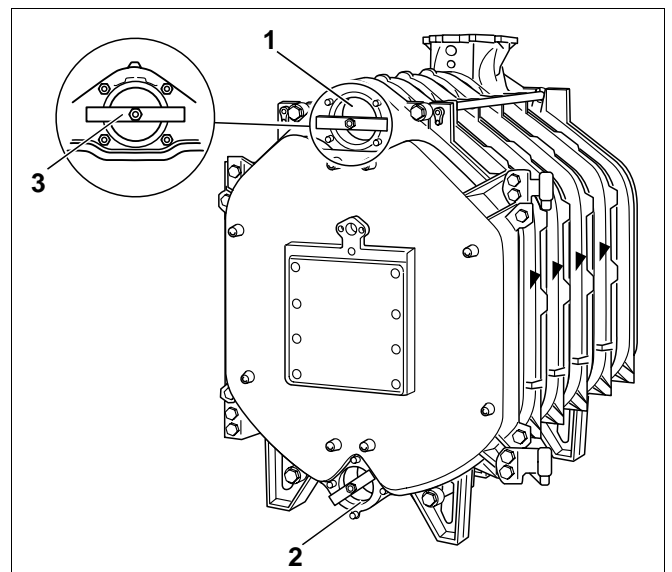

Fig. 19
- Når kedlen er rettet op, skal transportsikringerne (Fig. 19, **pos. 3**) fjernes fra den øverste og nederste nippelgang (Fig. 19, **pos. 1 og 2**).